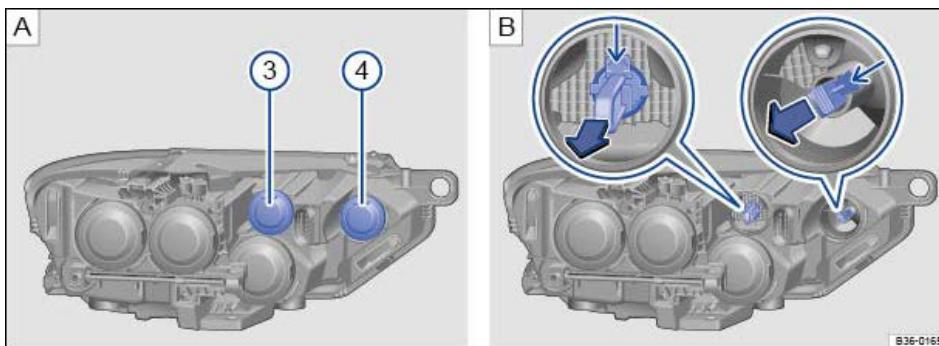

Abb. 308 Im Motorraum: Abdeckungen im linken Frontscheinwerfer für Blinklicht und Standlicht.
\Rightarrow Abb. 308	Handlungen nur in der angegebenen Reihenfolge ausführen:
Blinklicht \Rightarrow Abb. 308(3)	Standlicht \Rightarrow Abb. 308(4)